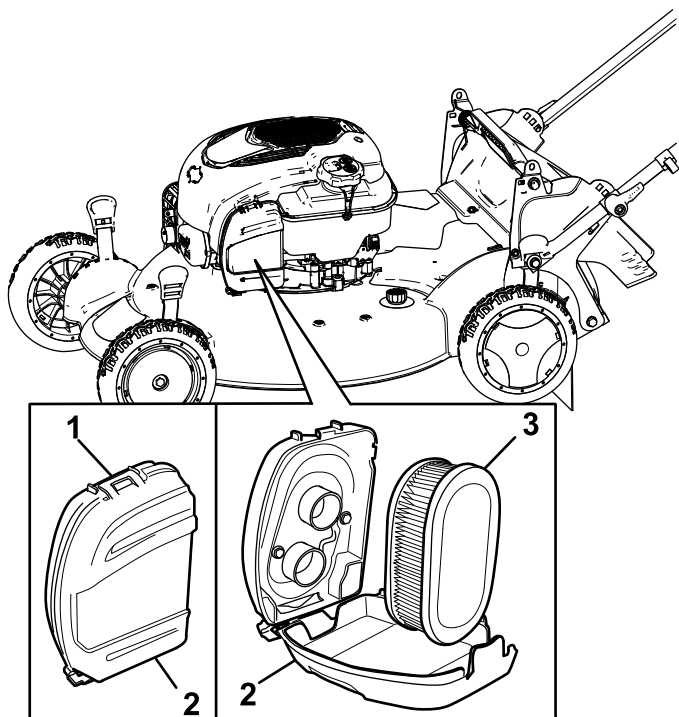

Figure 26
1. Déclipsez le haut du couvercle du filtre à air (Figure 26).
2. Retirez le filtre à air (Figure 26).